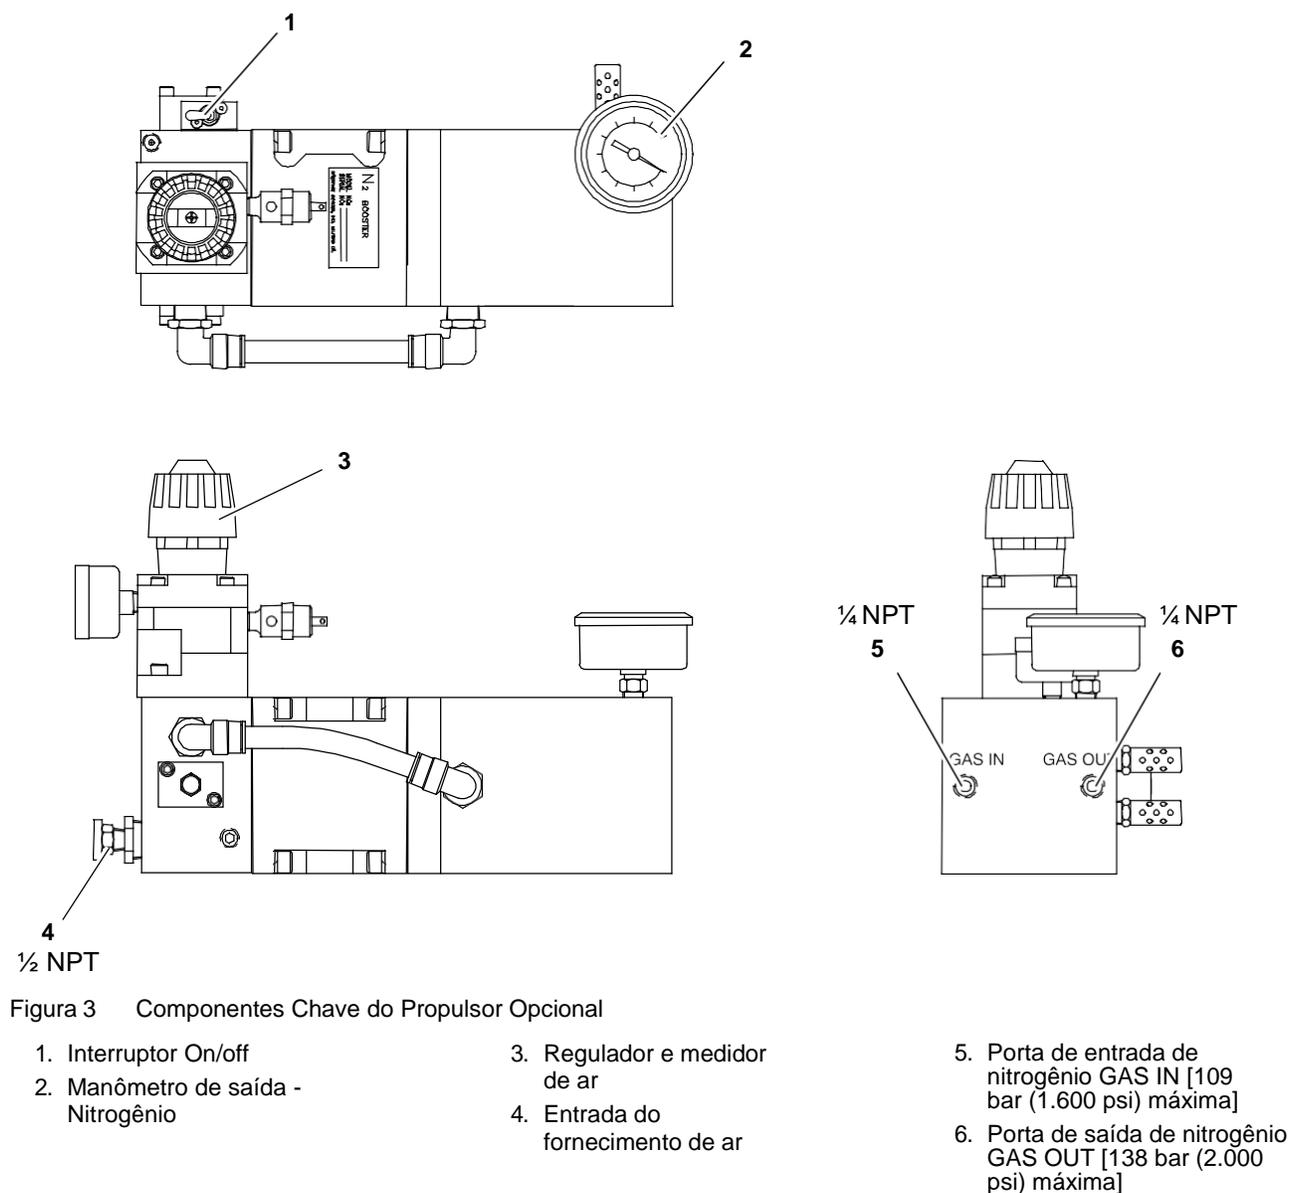

Figura 3 Componentes Chave do Propulsor Opcional
Nota: Ver Figura 3, item 4, para localização da porta de entrada de ar no propulsor.